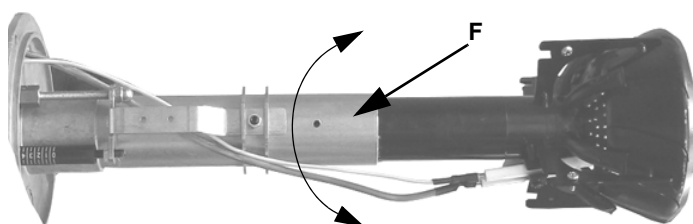
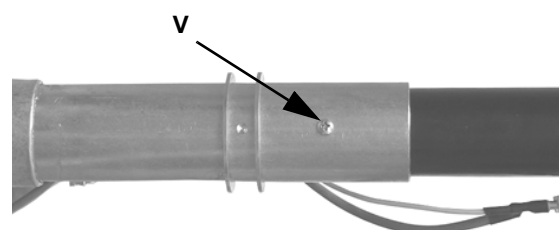

Fig. 18
Fig. 19
- 5 Rimuovere la flangia e la testa di combustione insieme (Fig. 18).
- 7 Svitare la vite **V** che fissa la testa di combustione al tubo testa, girare la testa di 180° come indicato in( Fig. 18), fino a incontrare il foro **F**, e fissare nuovamente la vite **V**(Fig. 18 - Fig. 19).